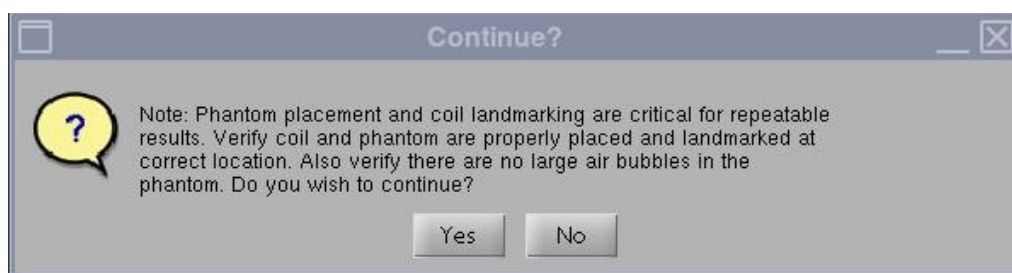

图 4
- 启动时，将显示一条注释，说明“Phantom placement and coil landmarking are critical for repeatable results（模体放置和线圈标记对准对于可重复的结果至关重要）”。如果已正确设定标记，并且模体中没有气泡，则单击[**Yes（是）**]，继续。（图 4）。